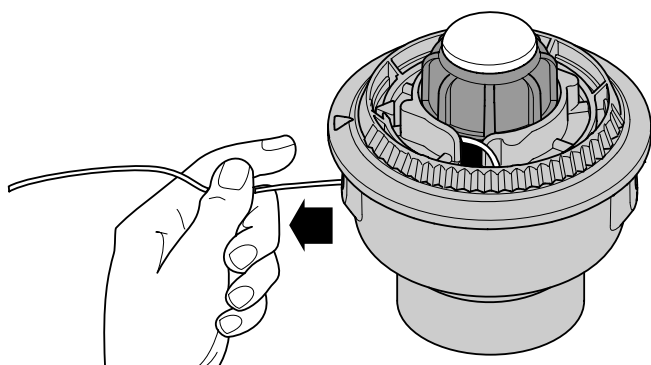

Fig. 17
6. Saque la línea de la bobina exterior hasta que esté tirante contra el carrete interior (Fig. 17).